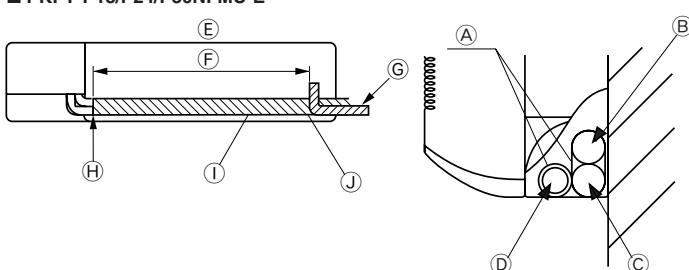

Fig. 5-6
■ PKFY-P18/P24/P30NFMU-E (Fig. 5-6)